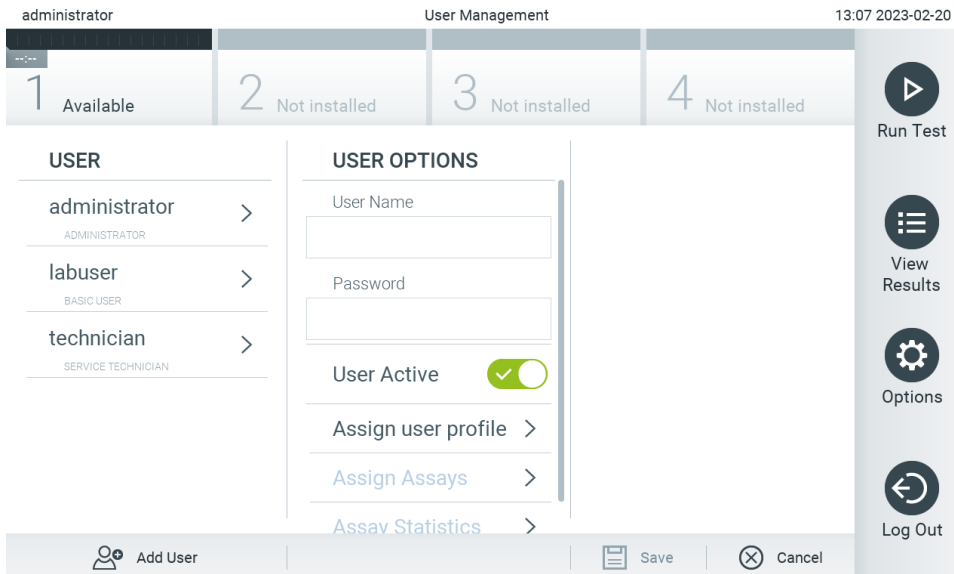

Abbildung 55. Hinzufügen eines neuen Benutzers.
1. Drücken Sie auf die Schaltfläche Options (Optionen) und dann auf die Schaltfläche User Management (Benutzerverwaltung), um Benutzer zu konfigurieren. Im Inhaltsbereich der Anzeige wird der Bildschirm User Management (Benutzerverwaltung) angezeigt (Abbildung 55).